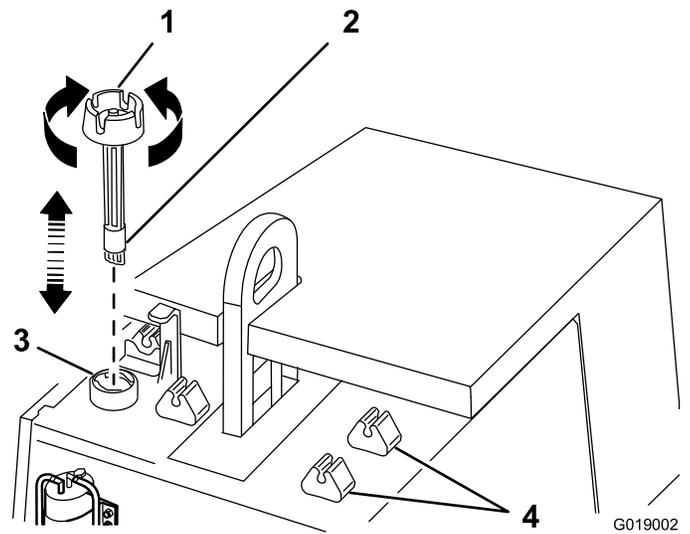

Figura 22
1. Retire el tapón del depósito de combustible girando el tapón en sentido antihorario y levantando el tapón hasta que el sensor de cantidad esté libre del cuello de llenado del depósito de combustible (Figura 22).
4. Apriete el tapón de combustible a mano en sentido horario (Figura 22).